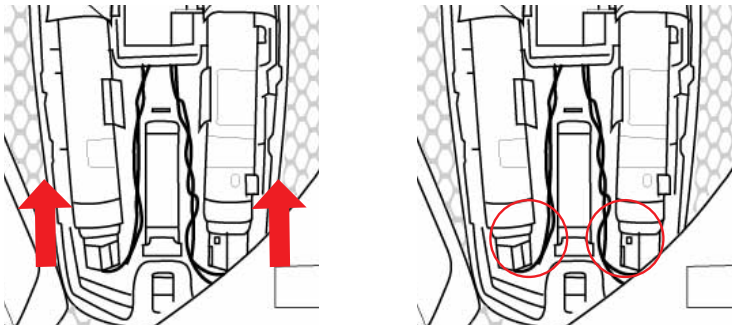
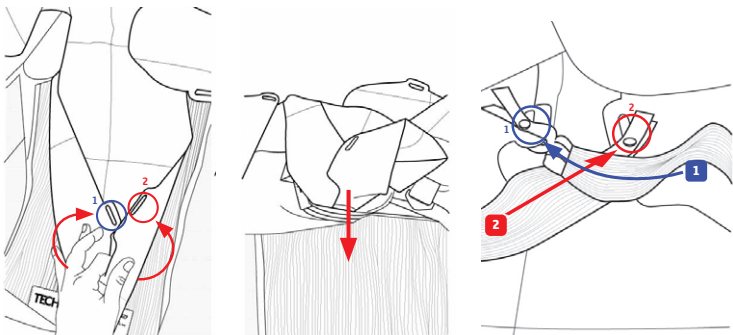
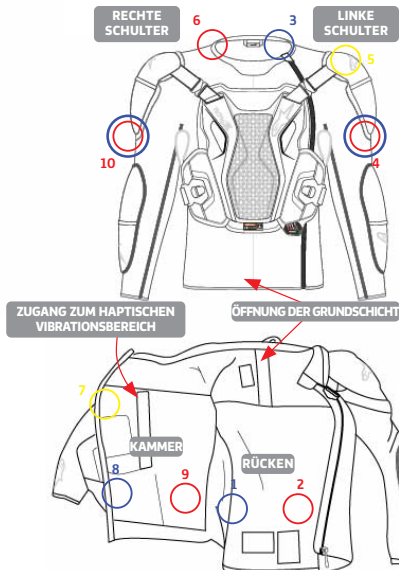

Abbildung 25: Lösen des abnehmbaren Inflatorgehäuses (18) vom System, indem es nach oben gezogen wird
Abbildung 24
Abbildung 28: Position der Klammern am Airbag (links) und an der Basisschicht des Systems (5) (rechts)
1. Legen Sie das System zunächst mit der Rückseite nach unten auf eine ebene Fläche, vorzugsweise eine Werkbank oder einen Tisch. Lösen Sie den Airbag von der Basisschicht (5), indem Sie alle Verbindungsclips öffnen, die wie in Abbildung 28 dargestellt angeordnet sind. Der Benutzer kann auf diese Verbindungen über die in Abbildung 28 gezeigten Öffnungen der Basisschicht (5) zugreifen. Es gibt insgesamt 10 Airbag-Clips, die wie in Abbildung 28 dargestellt verteilt und nummeriert sind: 3 Clips für den linken Schulterbereich (Clips 3-4-5), 2 Clips für den rechten Schulterbereich (6-10), 3 Clips für den Brustbereich (7-8-9) und 2 Clips für den Rückenbereich (1-2). Es wird empfohlen, diese Clips der Reihe nach zu lösen, beginnend mit den Clips am unteren Rücken (1-2), dann zu den Clips an den Schultern (3-4-5 und 6), dann zu den Clips an der Brust (7-8-9) und schließlich zum letzten Clip Nummer 10 an der Schulter (siehe Abbildung 28).
2. Sobald alle Airbag-Clips gelöst sind, drehen Sie das System mit dem Rückenprotektor nach oben, öffnen Sie den unteren Reißverschluss des Trinkrucksackbehälters (9) und das im hinteren Bereich des Systems befindliche Elektronikgehäuse (16), indem Sie mit der rechten Hand die rote Zuglasche nach unten ziehen und das Elektronikgehäuse gleichzeitig mit der linken Hand anheben.
3. Sobald das Elektronikgehäuse (16) angehoben wurde, kann der Benutzer alle elektronischen Komponenten (13-15-19) zusammen mit den Gasaufblasgeräten (17) abnehmen, indem er einfach das abnehmbare Gehäuse der Aufblasgeräte (18) nach oben drückt (siehe Abbildung 25). Der Benutzer kann dies tun, indem er seine beiden Daumen auf die Unterseite des kleinen schwarzen Kastens legt, der die elektronische Steuereinheit enthält, die sich oben auf dem Gehäuse befindet, und fest nach oben drückt, bis sie einrastet, und dann kann der Benutzer sie leicht aus dem abnehmbaren Aufblasgehäuse (18) herausheben.
(3). Der Benutzer muss nun den Aktivierungs-Zip-Sensor aus der Tasche entfernen. Als Nächstes muss der Benutzer das Kabel durch das Zugangslot zum haptischen Vibrationsbereich (3) auf der linken Seite nach unten ziehen, bis das gesamte Kabel entfernt ist (siehe Referenz in Abbildung 28). Als nächstes muss der Benutzer den Klettverschluss auf dem linken Flügel des Brustschutzes öffnen und die LED-Anzeige
(4) entfernen. Zu diesem Zeitpunkt sollten alle elektronischen Komponenten (13-15-19) vollständig aus dem System entfernt worden sein.
1. Legen Sie das System zunächst mit dem Rückenprotector nach oben hin. Der Benutzer muss das System wieder in Führen Sie den Airbag durch die Öffnung im Rückenprotector und achten Sie dabei auf die richtige Positionierung des Airbags (der Benutzer muss unbedingt vermeiden, dass der Airbag verdreht oder gefaltet wird). Führen Sie den Airbag mit äußerster Sorgfalt in das System ein, um sicherzustellen, dass jeder Clip farblich und nummerisch genau mit dem entsprechenden Verbindungsclip im System übereinstimmt. Der Benutzer MUSS den Airbag an ALLEN 10 Verbindungsclips verankern, wie in Abbildung 28 dargestellt. Es wird empfohlen, diesen Vorgang mit den Gasaufblasvorrichtungen (17) in den entsprechenden abnehmbaren Aufblasvorrichtungsgehäusen (18) durchzuführen. Um den Airbag an den entsprechenden Verbindungsclips zu befestigen, sollte der Benutzer die vorderen Öffnungen der Basisschicht (5) verwenden, indem er die nummerierten und farbigen Etiketten sowohl auf dem Airbag als auch auf der Basisschicht des Systems (5) anbringt (siehe Abbildung 28). Bitte beachten Sie, dass die Verbindungsclips 4 und 10 mit zweifarbigen blauen und roten Etiketten versehen sind (stellen Sie beim Anbringen der Verbindungsclips sicher, dass die rote Seite mit der roten Seite und die blaue Seite mit der blauen Seite übereinstimmt), um dem Benutzer zu helfen, den Airbag in der richtigen Ausrichtung anzubringen.
WARNUNG! Die unteren Rückenclips (1 und 2) müssen kreuz und quer angebracht werden, wie in der Abbildung 24 unten dargestellt, so dass ein X auf der Rückseite des Airbags entsteht, wodurch sichergestellt wird, dass der Airbag gut verankert ist. Die unteren Rückenclips (1 und 2) werden daher in der Rückenansicht an den gegenüberliegenden Clips befestigt, wodurch sich die unteren Ränder des Airbags für den Benutzer leicht falten. In der Frontalansicht MUSS der Clip 1 am linken Clip und der Clip 2 am rechten Clip befestigt werden, wie in Abbildung 28 dargestellt.